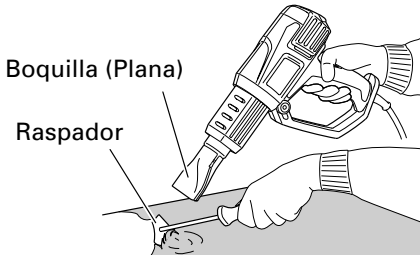

Fig. 6
1. Levantamiento de pintura (Fig. 6)